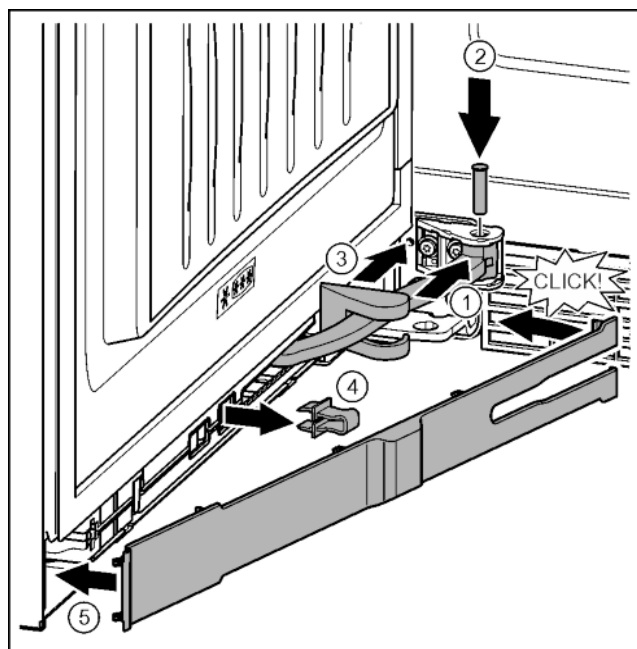

Fig. 45
- ▶ Przegub obrócić w mocowaniu. Fig. 45 (1)
- ▶ Przy pomocy śrubokręta T15 sworzeń umieścić w mocowaniu i przegubie. Przy tym zwrócić uwagę, aby krzywka zatraskowa została prawidłowo umieszczona w rowku. Fig. 45 (2)
- ▶ Osłonę płytki zawiasu przesunąć wzdłuż przegubu i zamontować nad mocowaniem. Fig. 45 (3)
- ▶ Zdjąć zabezpieczenie. Fig. 45 (4)
- ▶ Zaślepki założyć od strony uchwytu i przechylić. Fig. 45 (5)